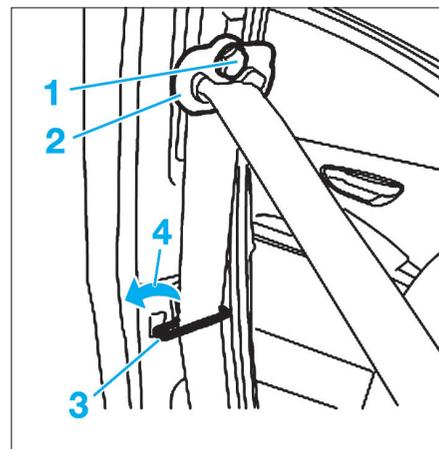

Fig. 28
- Dévisser l'écrou (1) et éloigner le support de renvoi (2) de la ceinture de sécurité.
- Dégager l'attache intermédiaire (3) du montant en le faisant tourner dans le sens de la flèche (4), le désolidariser ensuite de la ceinture de sécurité (Fig.28).